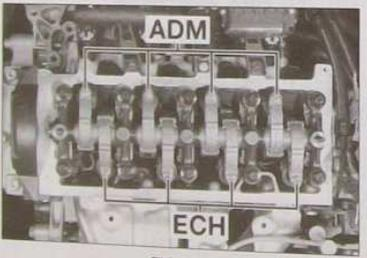

FIG. 28 Repérage des culbuteurs.
- Procéder de la même manière en amenant successivement les soupapes d'échappement des cylindres n°3, 4 et 2 en pleine ouverture et contrôler les soupapes correspondantes en respectant l'ordre préconisé dans le tableau suivant (Fig.28).